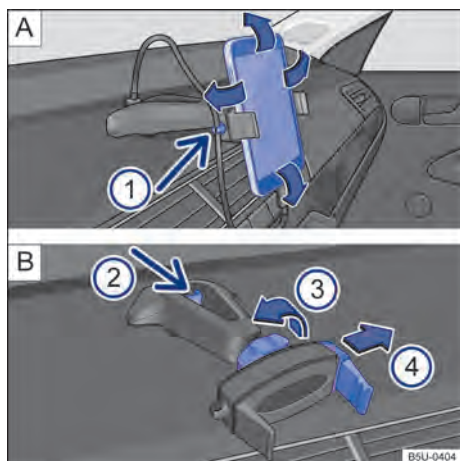

Fig. 201 No console central: suporte para smartphone e ajustes.
- Segurar o suporte com uma mão e pressionar o botão de destravamento → Fig. 201 B ② (seta).
- Com a haste → Fig. 201 B ④ deslocar no sentido da seta, e instalar o smartphone no alojamento.
- Com a outra mão deslocar a haste → Fig. 201 B ④ até que seja possível remover o aparelho do alojamento.
- Colocar o cabo USB na entrada carregador USB do suporte existente no painel de instrumentos → Fig. 201 A.
- Prender o cabo no suporte → Fig. 201 A ①.
- Para liberar o movimento do suporte, girar a trava → Fig. 201 B ③ no sentido contrário da seta.
- Para fixar a posição, girar a trava no sentido da seta ③ → Fig. 201 B até a fixação total do suporte.
O suporte para smartphone tem garantia de 3 anos, com exceção da haste deslizante (garra) → Fig. 201 [B] ④ que tem garantia de 1 ano.